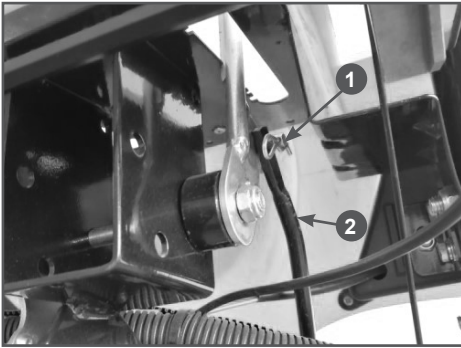

Рис. 6 Подключение тяги к рычагу переключения передач
- Подключите тягу к рычагу переключения передач. Смажьте ось 1 и отверстие в тяге многоцелевой консистентной смазкой CHAMPION EP-0, установите тягу 2 на ось 1 кронштейна рычага переключения передач и зафиксируйте тягу шплинтом (Рис. 6).